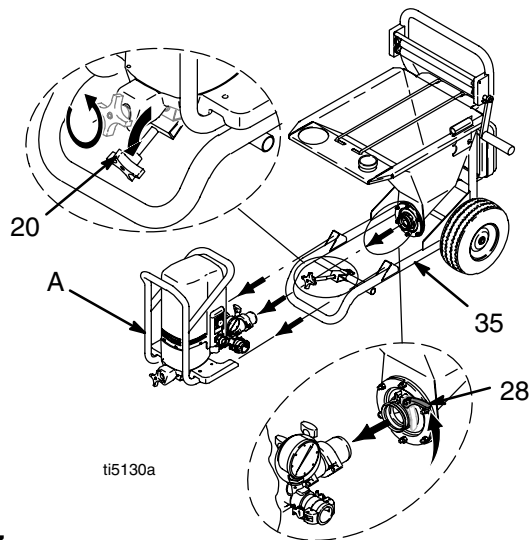

Fig. 7
3. Fig. 7. Loosen clamp rod (20).